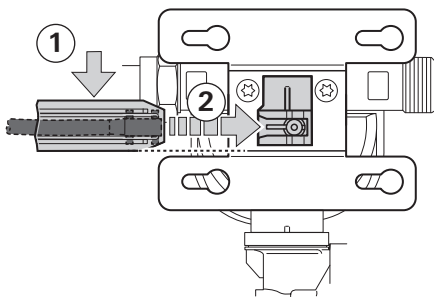
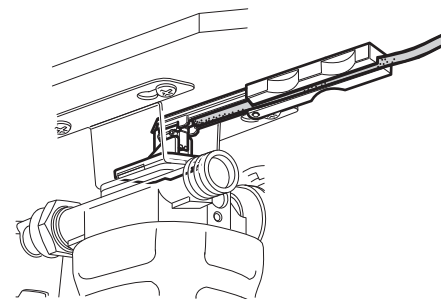

Fig. 7
Fig. 8
- ▶ Holderen til encoderen sidder excentrisk mellem vinkeljernene (Fig. 7). Monteringsholderen inkl. encoderen og kablet skal derfor placeres parallelt på indersiden af det nederste vinkeljern (Fig. 7 – trin 1).
- ▶ Skub monteringsholderen inkl. encoderen og kablet mod holderen (Fig. 7 – trin 2), indtil encoderen mærkbart klikker på plads i holderen (Fig. 8).